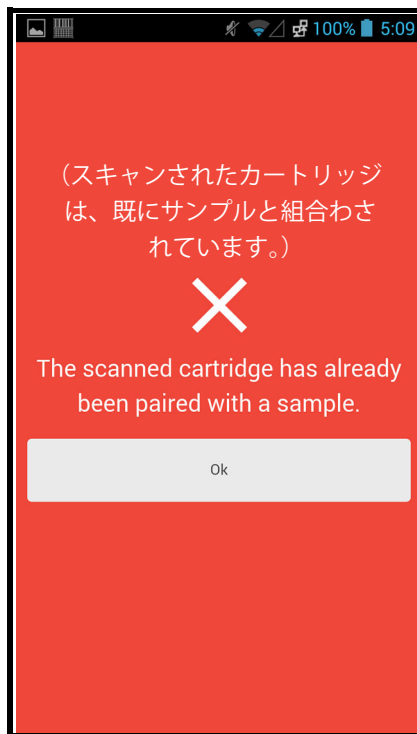

図 5-197. Cepheid Link のスキャンされたカートリッジのエラー画面
- カートリッジとサンプルの組み合わせに成功しなかった場合、エラー画面（Xのある赤色の画面）がエラーメッセージとともに表示されます（図 5-197 を参照）。Ok ボタンを触って、「カートリッジをスキャン (Scan Cartridge)」画面に戻ります。スキャナの「サンプルをスキャン (Scan Sample)」画面に戻ります（図 5-191 を参照）。